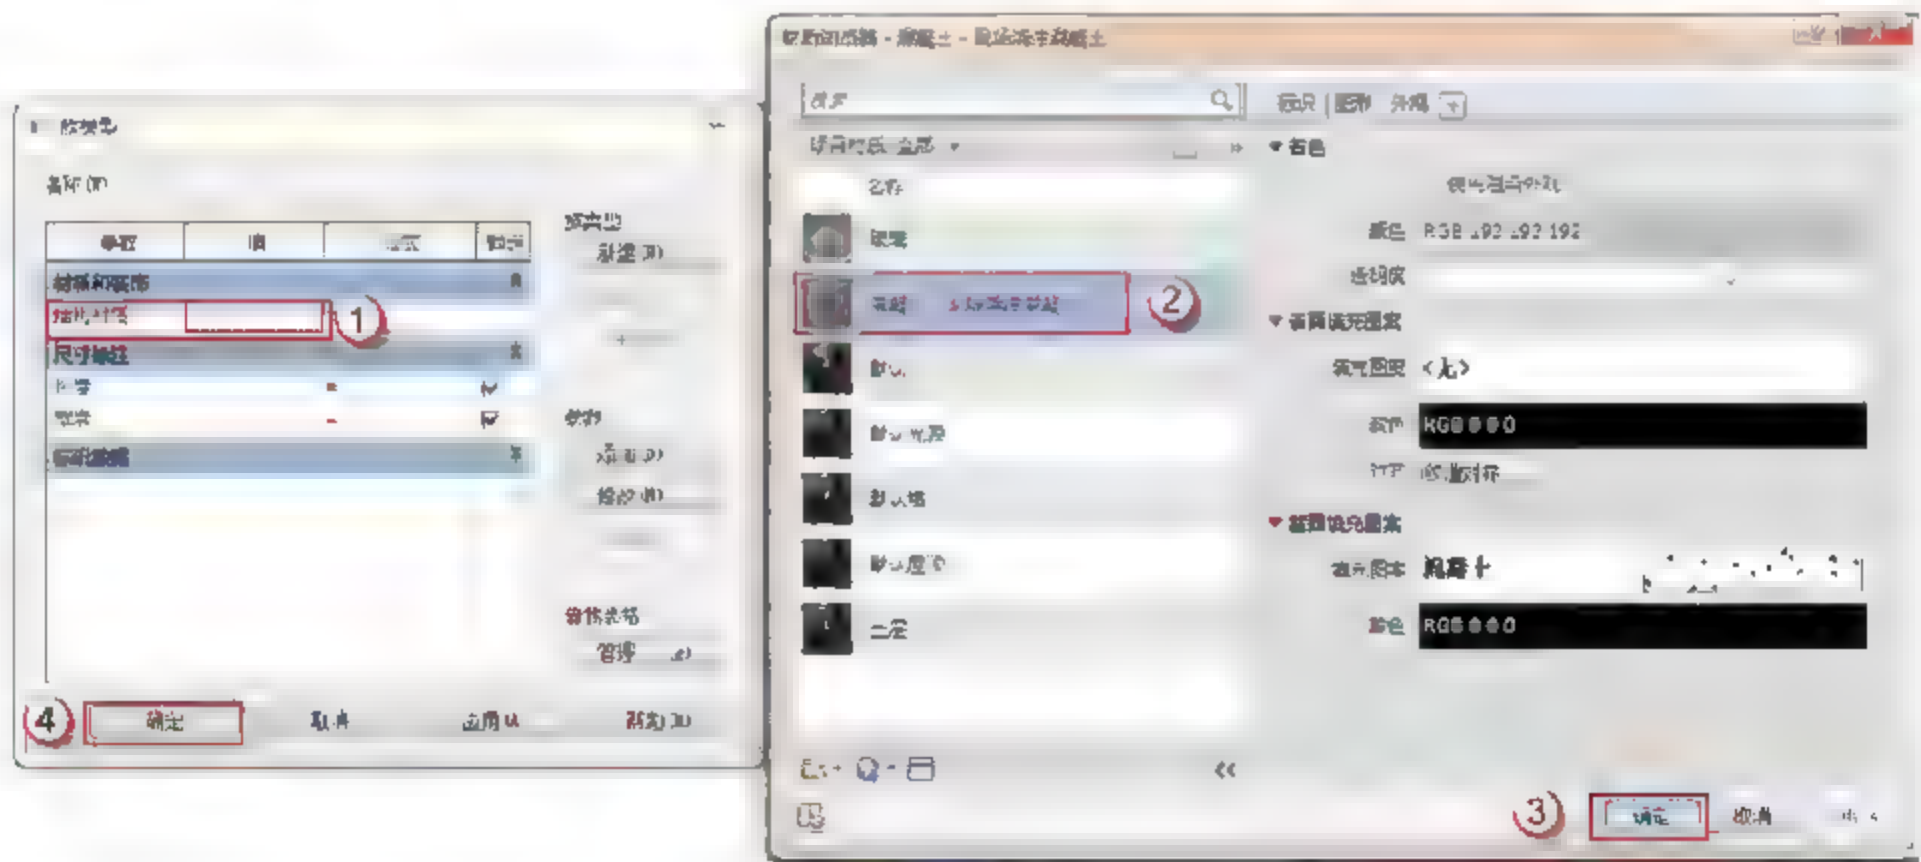

图 2.1.22 添加结构材质
(8) 添加结构材质，单击“族类型”按钮，在弹出的“族类型”对话框中，依次单击“结构材质”→“混凝土-现场浇注混凝土”→“确定”按钮，如图 2.1.22 所示。